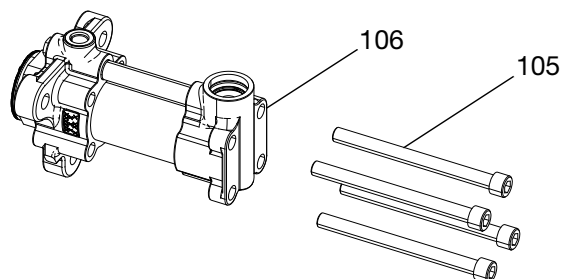

図 12
6. タイボルト (105) を完全に取り外します。図 12 を参照してください。